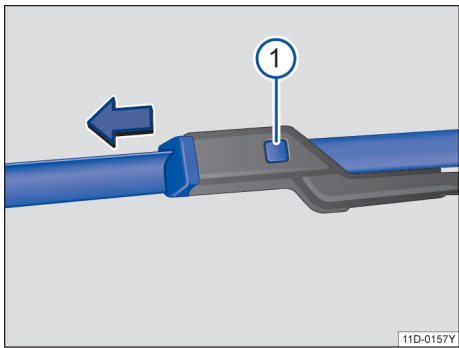

图 140 更换风窗刮水器刮水片
- 按住→图 140 分离按钮 ① 同时沿图示箭头方向拉出刮水片。